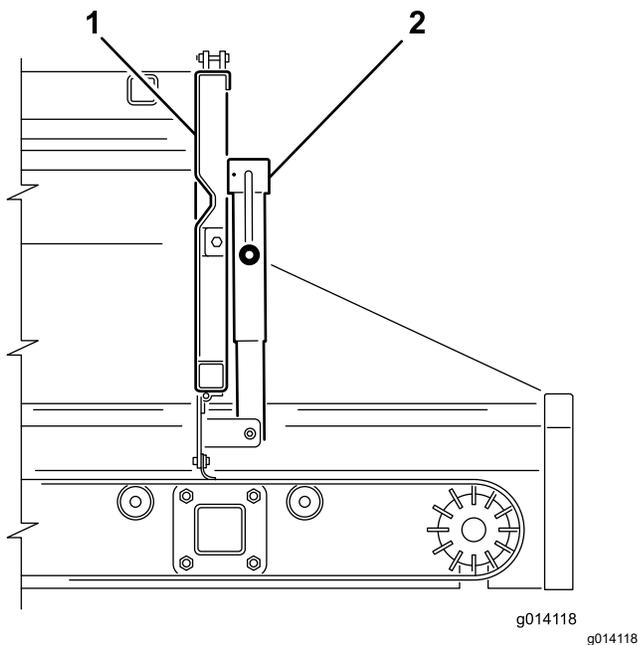
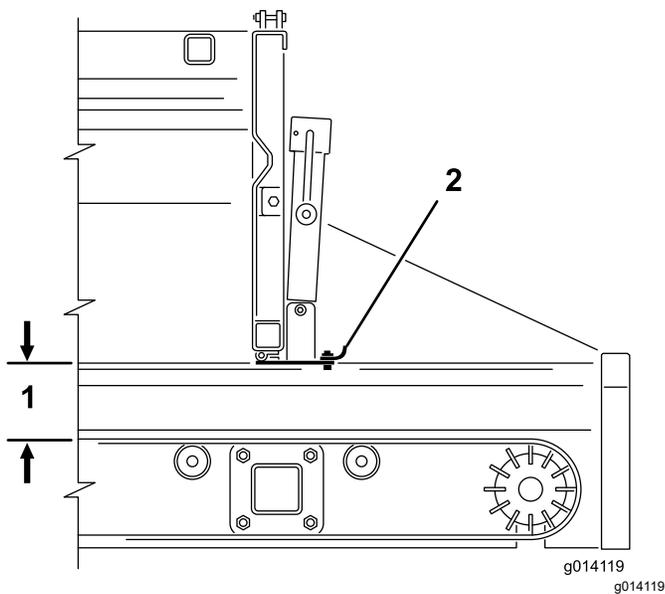

Рисунок 43
Рисунок 44
2. Для открывания или закрывания регулируемой секции заднего борта используйте рукоятку домкрата (Рисунок 43 и Рисунок 44). Это ограничивает поток материалов при использовании контролируемой разгрузки.